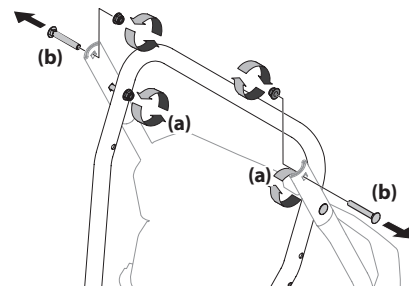
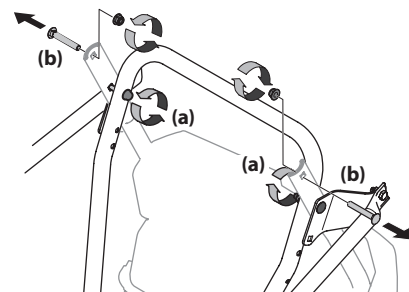

Figure 2-1
Figure 2-2
NOTE : Ce manuel de l'utilisateur se rapporte à plusieurs modèles. Les caractéristiques peuvent varier selon le modèle. Certaines caractéristiques décrites dans ce manuel peuvent ne pas s'appliquer à tous les modèles. Votre appareil peut différer du modèle illustré. Référez-vous à la Figure 2-1 pour déterminer quelle commande de goulotte correspond à votre modèle.
2. Desserrez les deux contre-écrous supérieurs (a) qui fixent les poignées inférieure et supérieure. Retirez les deux vis de carrosserie (b) de la poignée supérieure et mettez-les de côté comme illustré sur la Figure 2-1. Voir Figure 2-2 pour les modèles dotés d'un support latéral.